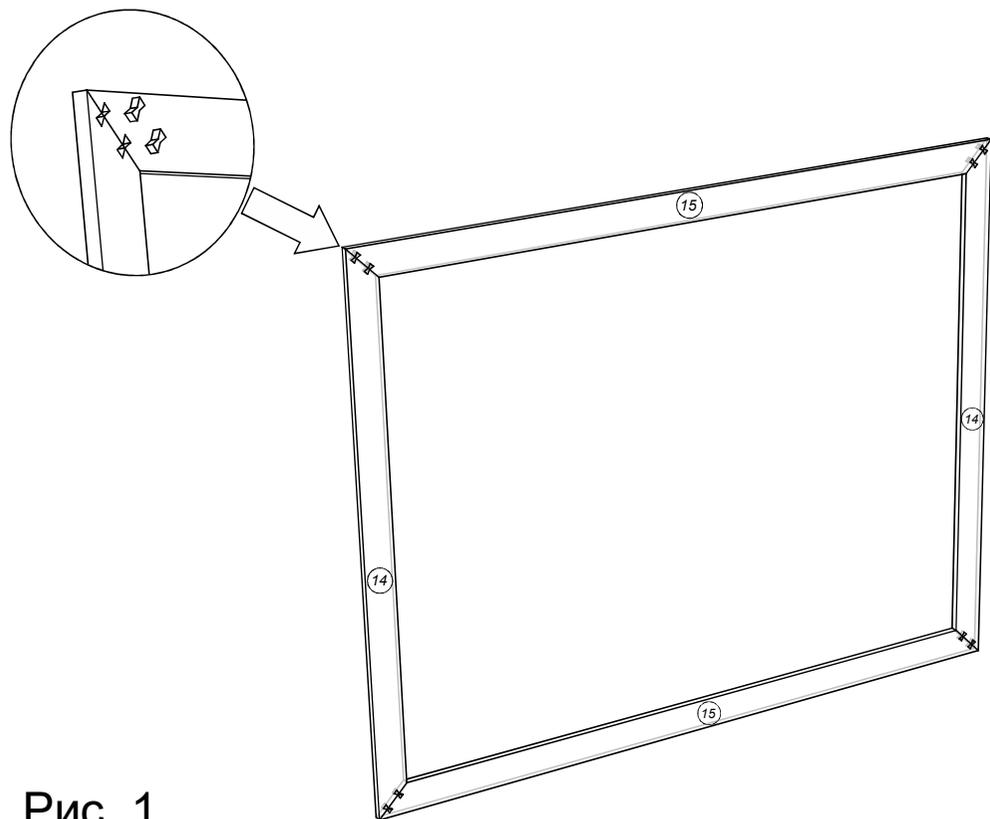

Рис. 1
1. Собираем багеты 14 и 15 в рамку как показано на рис. 1 с помощью шпонок ласточек.